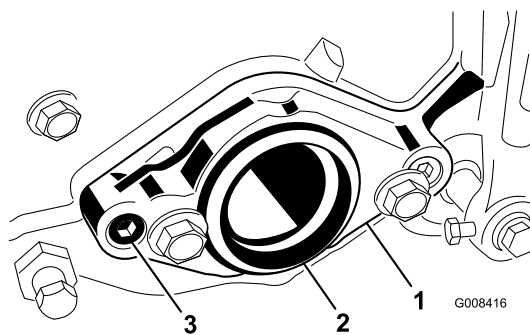

Figura 14
- B. En el extremo derecho de la unidad de corte, retire el tapón de plástico del alojamiento del cojinete (Figura 14).
- C. Retire los 2 tornillos allen que fijan el soporte del motor al extremo derecho de la unidad de corte. Retire el soporte del motor (Figura 14).